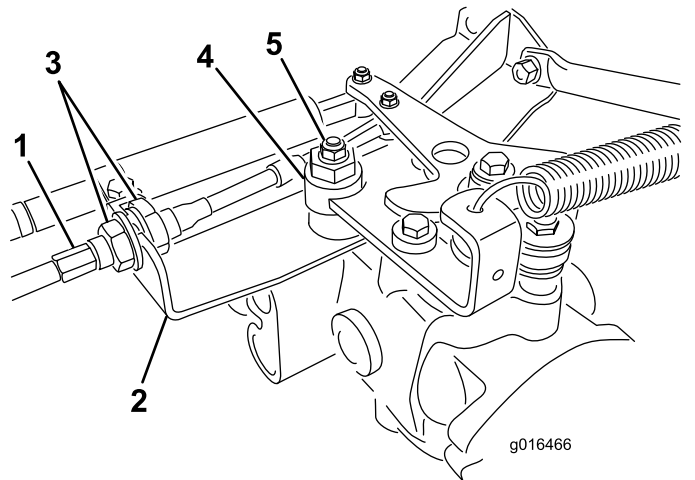

Figura 46
- A. Allentate entrambi i controdadi che fissano il cavo di comando della trazione alla paratia dell'igrostatato (Figura 46). Verificate che i controdadi siano ugualmente allentati, in modo sufficiente da consentire la messa a punto.
Nota: Allentate il dado che fissa l'eccentrico alla parte superiore dell'igrostatato (Figura 46).
- E. Quando la ruota cessa di girare, serrate il dado di bloccaggio dell'eccentrico per mantenere la messa a punto (Figura 46).
- G. Da ambo i lati della piastra serrate in modo uniforme i dadi che fissano il cavo di trazione alla piastra (Figura 46). Non torcete il cavo.